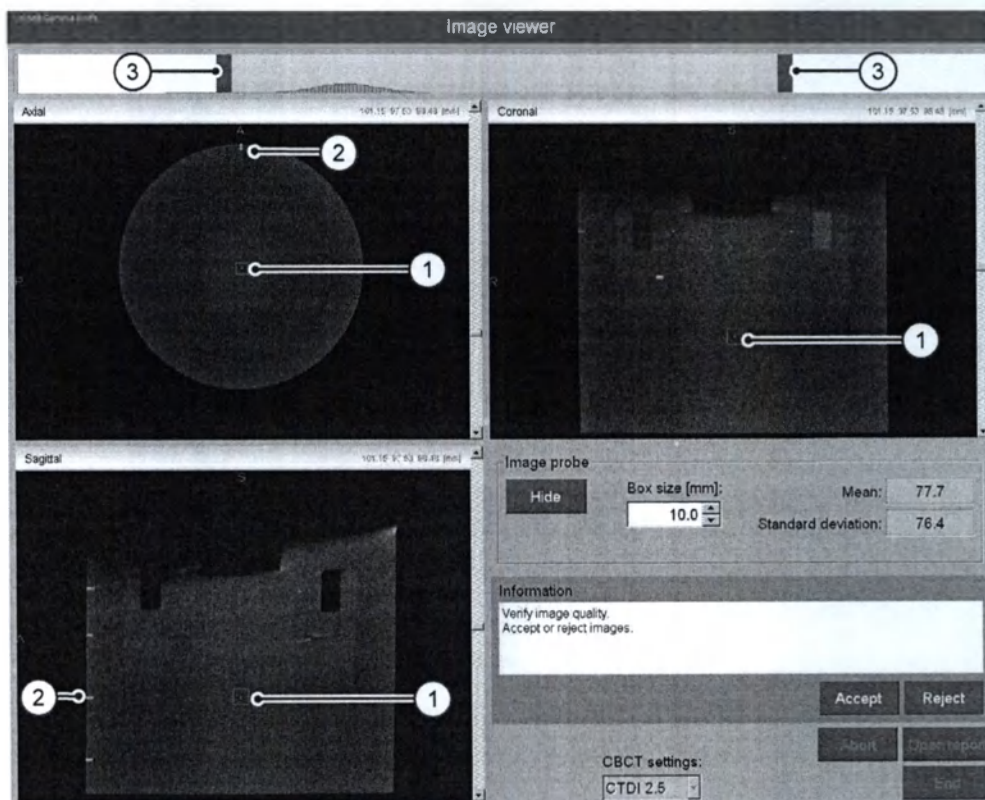

Рис. 6.10 Набор изображений с однородным участком
- 31** С помощью полос прокрутки перемещайте датчик изображений (1) и найдите набор изображений, показывающий однородный участок. Переместитесь к центру участка набора изображений, где показан маркер (2). см. в Рис. 6.10 .